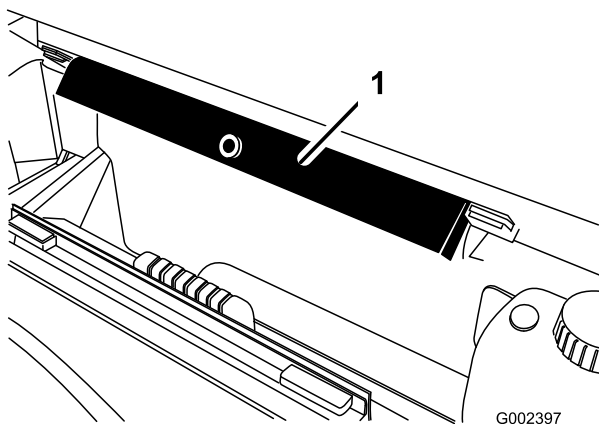

図 33
2. ROPS パネルの後ろについている保管用ブラケットから荷台サポート（安全サポート）を取り外す（図 33）。